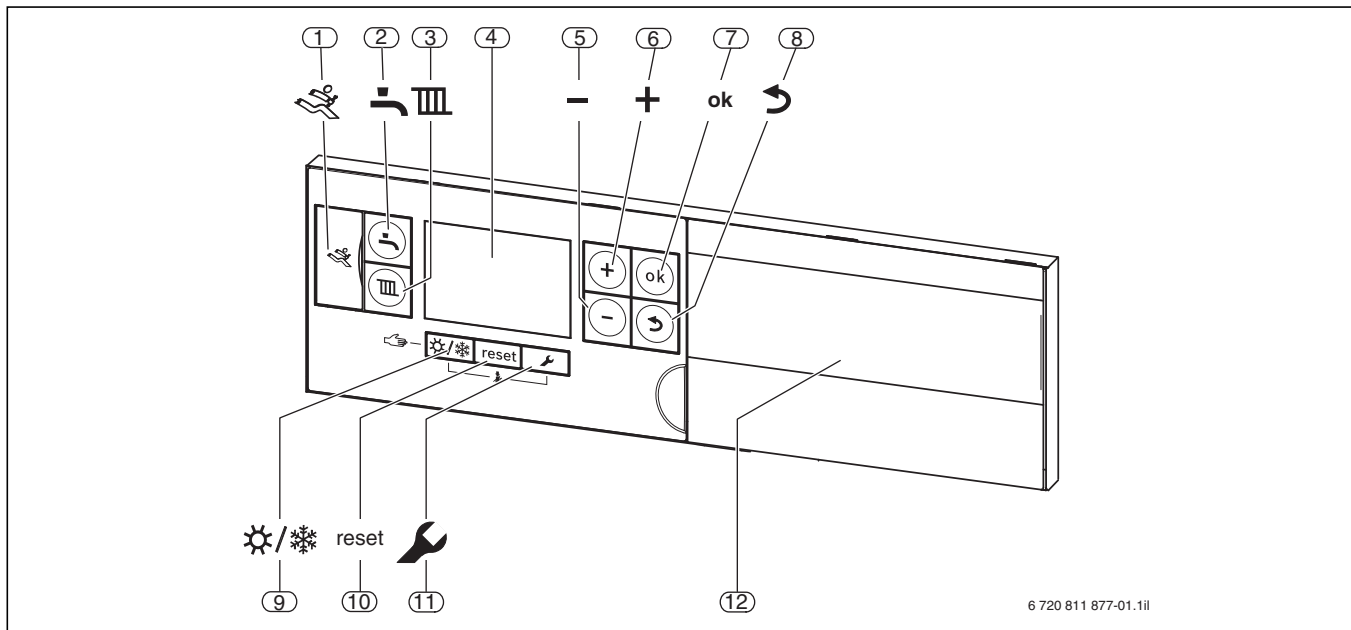

Fig. 24 Indicatori ed elementi di comando del dispositivo di controllo di base Logamatic BC100/BC25
- Tasto commutazione «Esercizio estivo/invernale» (→ fig. 24, pos. 9, pagina 32)
- Presa di collegamento per spina di diagnostica per il collegamento di un laptop (→ fig. 24, pos. 1)
- Tasto reset per riarmare il bruciatore in caso di disfunzione di blocco con obbligo di riarmo (→ fig. 24, pos. 10)